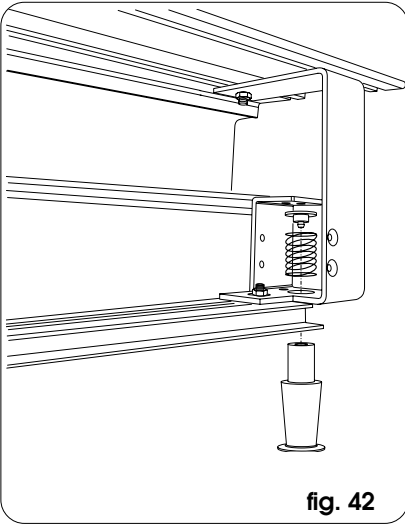
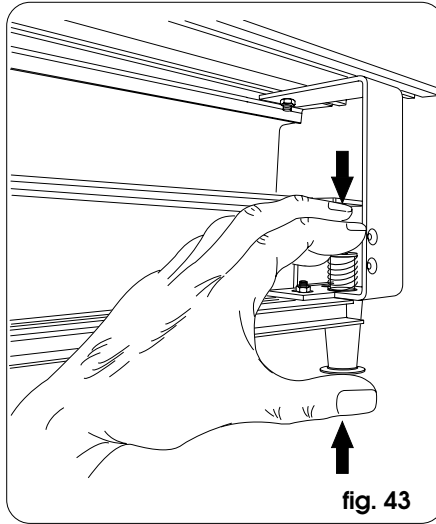

fig. 42
fig. 43
- Ensamble el pomo de desbloqueo en coincidencia con la brida lateral opuesta al borde de cierre (fig. 42 y fig. 43).